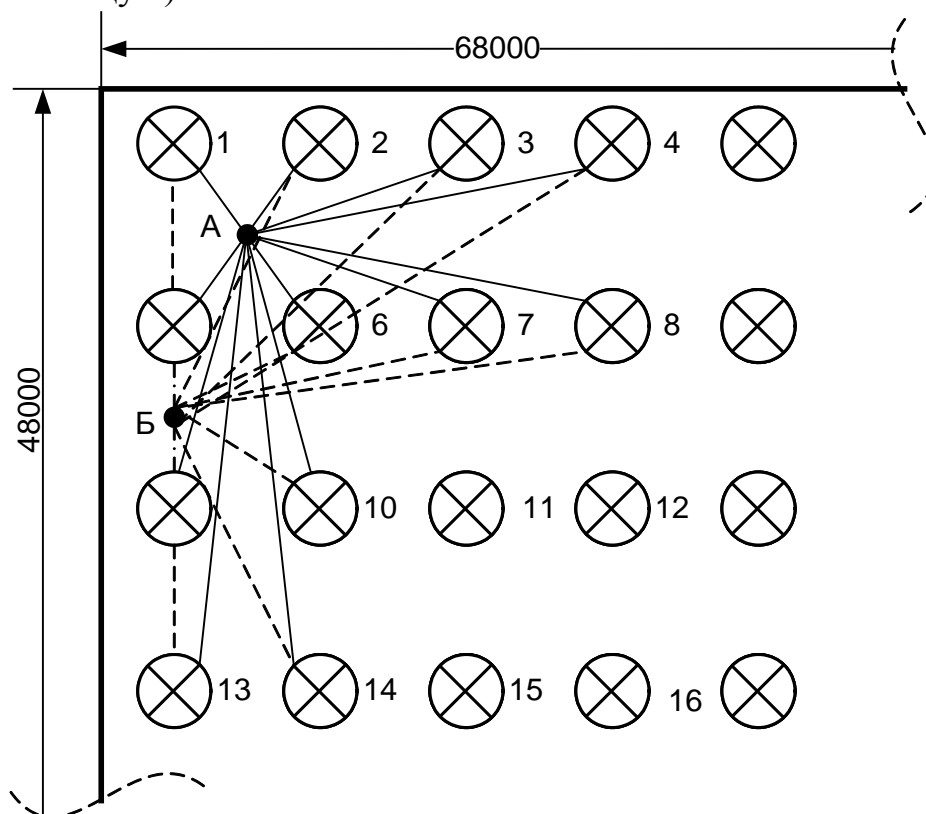

Рисунок 4 – План расположения светильников для примера б
1. В масштабе чертим план цеха, наносим светильники с соблюдением всех размеров (рис.4).